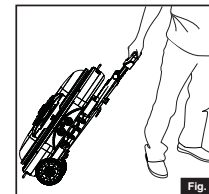

Fig. 7
- Una y otra vez que el asa está asegurada en su lugar, la parrilla se puede mover fácilmente a cualquier lugar dentro del área del campamento o su jardín trasero. (Fig. 7)